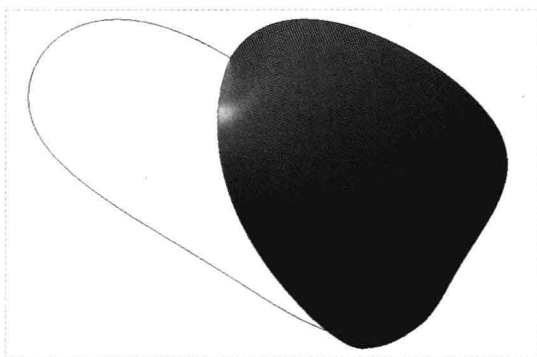

图 10-51 使用基准曲面修剪曲面
Step 03 单击“应用并保存在工具中所做的所有更改，然后关闭工具操控板”按钮 ，即可使用基准曲面修剪曲面，如图 10-51 所示。